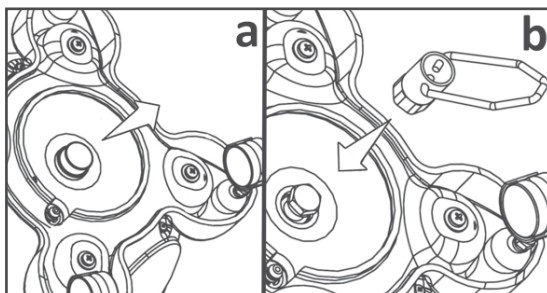

FIG. 12
1) L'opération de vidange doit être effectuée avec un appareil qui se tient debout sur une plate stable et débranché. Avant de commencer, assurez-vous que la machine est froide et pas sous pression. La fréquence est suggérée par l'utilisation et le type de dureté de l'eau, cependant, doit être effectué au plus tard 1-3 mois. Retirer le capuchon de protection (Fig. 12a), après quoi retirer le couvercle de vidange placé sur le fond de l'appareil, dévisser complètement le bouchon de vidange de la chaudière à l'aide de la clé à tube de 20 mm. (Fig. 12). Quand l'opération de nettoyage est terminée, revisser le bouchon de vidange et replacer le couvercle. Le nettoyeur vapeur ne nécessite pas de fréquents détartrage. Malgré tout, si du tartre apparaissait pendant la vidange, un détartrant peut être utilisé à condition que les instructions, du fabricant sur l'utilisation des produits détartrant soient suivies à la lettre.